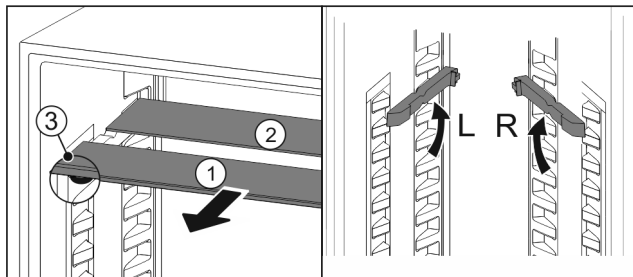

Fig. 190
- ▶ Skleněné desky jednotlivě vytáhněte dopředu Fig. 190 (1).
- Skleněná deska Fig. 190 (1) s ozdobnou lištou leží vpředu.
- Zarážky Fig. 190 (3) směřují dolů.